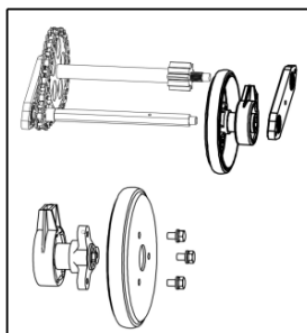

Рис. 24
5. Удалите три винта, которые скрепляют боковые пластины фрикционного колеса, замените только резиновое кольцо. Смотрите рисунок 24.